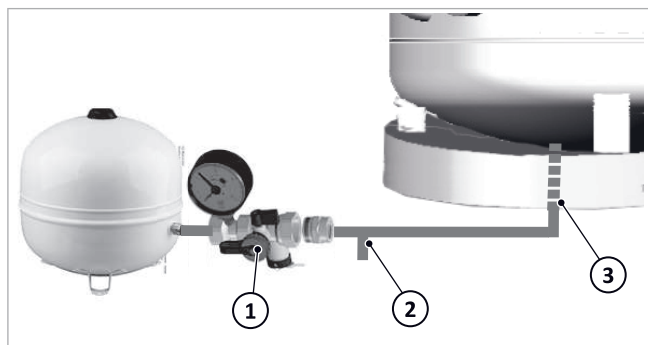

Fig. 10: Collegamento ritorno solare e vaso di espansione del riscaldamento
2. Rimuovere il coperchio del collegamento di mandata Solar (1).
Al collegamento di ritorno solare (2) è collegato il tubo ondulado ( → fig. 10, 3) e il vaso di espansione per il riscaldamento.